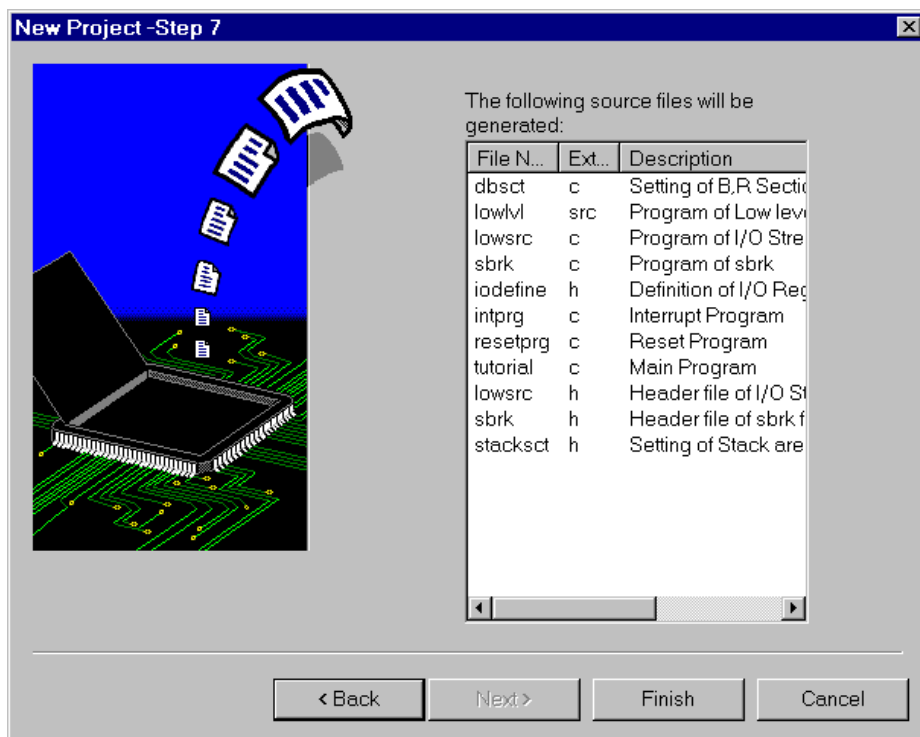

図 1.10 プロジェクトジェネレータの生成ファイル名確認画面 ( Step7 )
Step6 画面で[Next >]をクリックすると、図 1.10に示す画面を表示します。